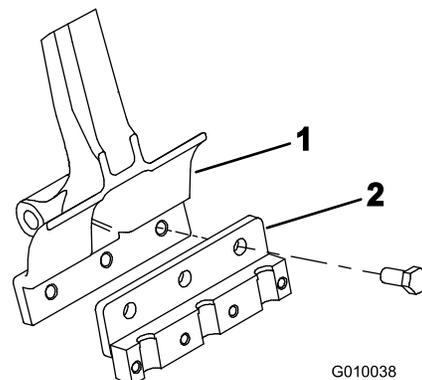

図 22
3. 各ティンアームにティンホルダーを取り付ける 図 22 ボルト 1/2" x 1 1/4" 3 本を使用。ボルトを 101.6 N・m 37 kg・m = 75 ft-lb にトルク締めする。